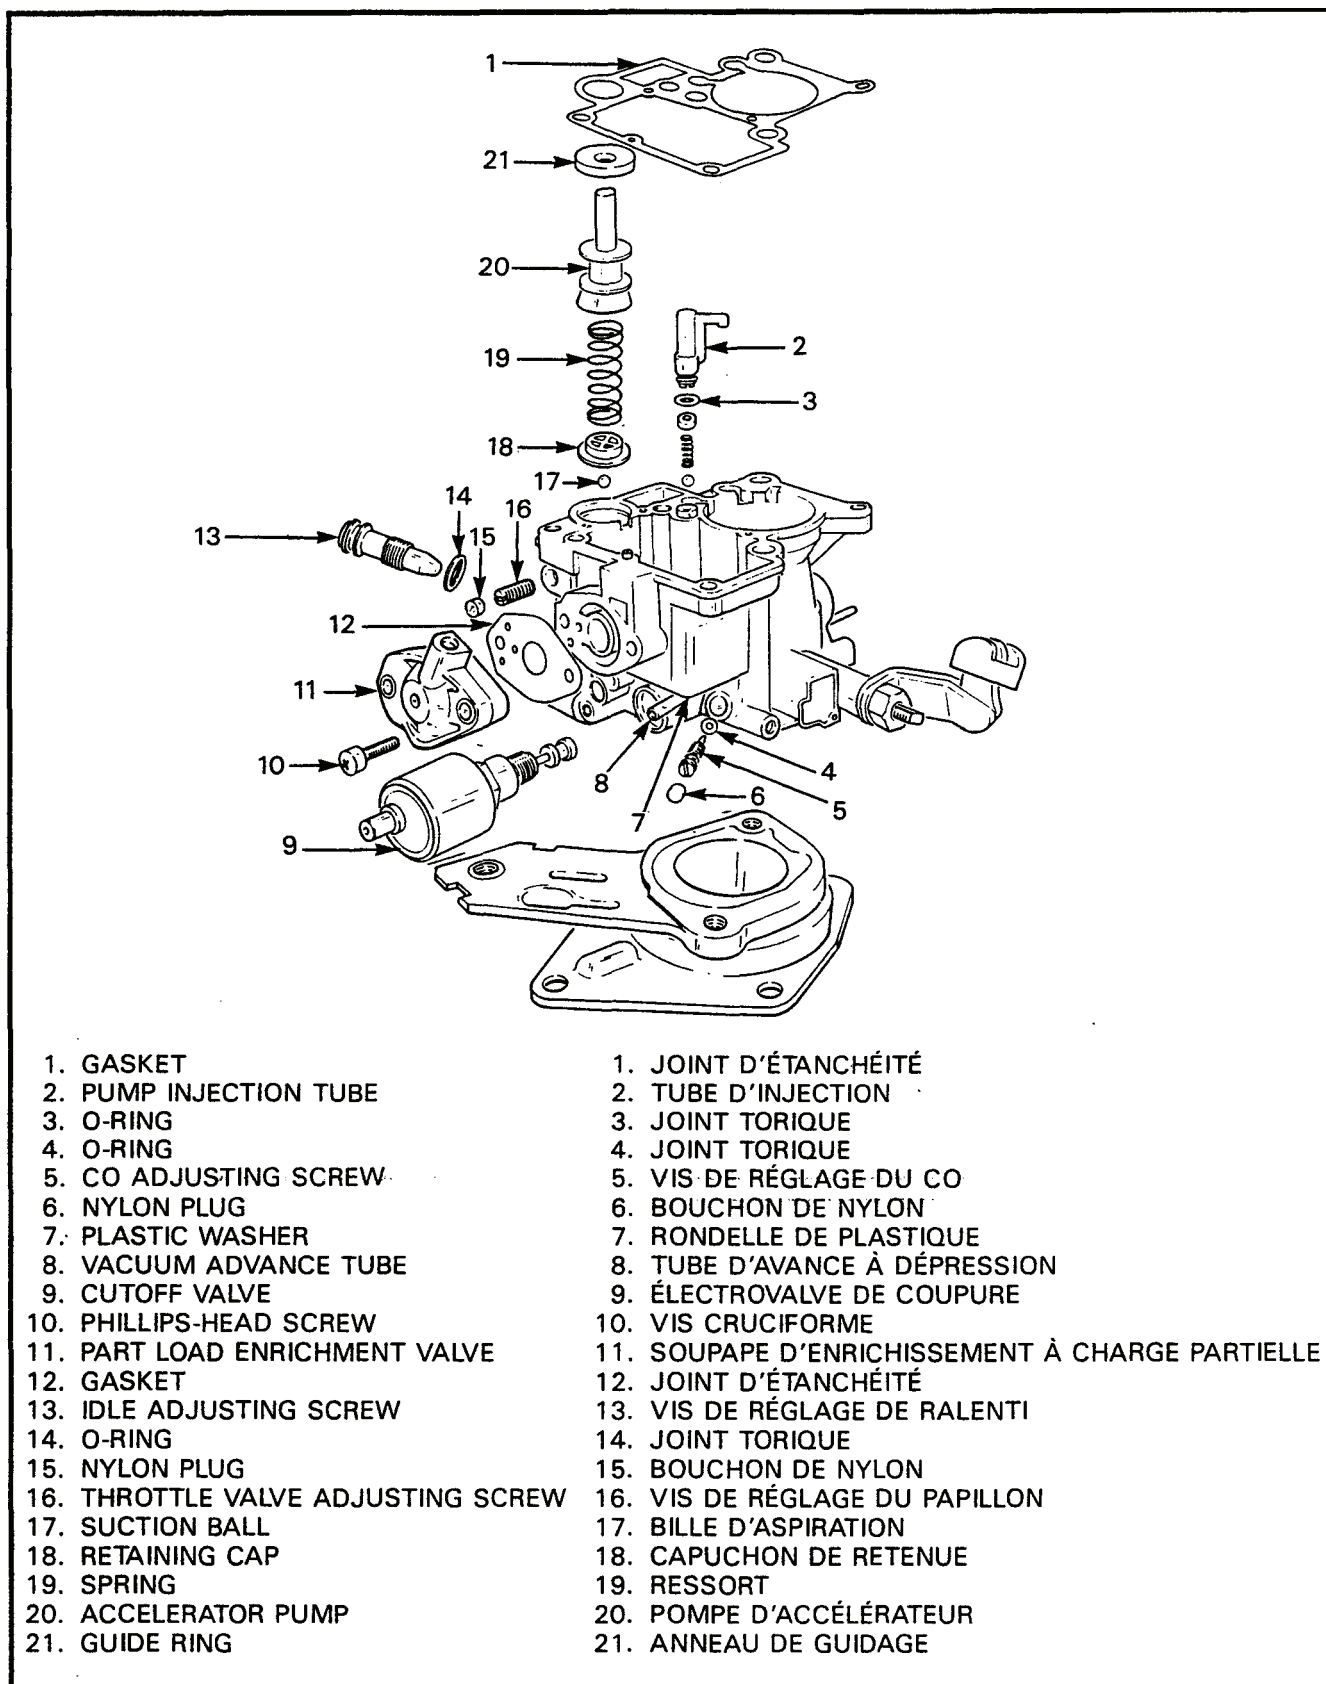

Figure 2-1-4 Carburetor Body
(2) Remove the two socket head through bolts (1) and spring washers and remove the intermediate flange (7) and cable bracket (6) from the body (8).
(3) Remove the elastic nuts (2), flat washers and spacers from the studs nearest the pull-down unit and the jets.
(4) Pull the pull-down hose (9) from the body.
(5) Remove the four Phillips-head screws (4) and lock washers and carefully lift the top (3) from the body (8).
b. See Figure 2-1-4 and disassemble the body:
(1) Remove the gasket (1) from the body.
(2) Enlever les deux tirants à tête creuse (1) et les rondelles à ressort, et enlever la bride intermédiaire (7) et le support de câble (6) du corps du carburateur (8).
(3) Enlever les écrous élastiques (2), les rondelles plates et les entretoises des goujons situés près du dispositif anticalage, ainsi que les gicleurs.
(4) Enlever le boyau du dispositif anticalage (9) du corps du carburateur.
(5) Enlever les quatre vis cruciformes (4) et rondelles-frein, et soulever soigneusement la partie supérieure (3) du corps du carburateur (8).
b. Voir figure 2-1-4 et démonter le carburateur:
(1) Enlever le joint d'étanchéité (1) du carburateur.
b. See Figure 2-1-4 and assemble the body:
- (1) Place the "O" ring (3) on the injection tube (2) and insert the tube into the chamber.
- (2) Insert the suction ball (17) into the acceleration pump chamber and install the retaining cap (18). Press the cap into place over the ball.
- (3) Place the spring (19) in the pump chamber.
- (4) Lightly lubricate the pump piston cup with oil and place it in the chamber.
- (5) Secure the pump in the chamber with the guide ring (21).
b. Voir figure 2-1-4 et assembler le corps du carburateur:
- (1) Placer le joint torique (3) sur le tube d'injection (2) et insérer le tube dans la chambre.
- (2) Installer la bille d'aspiration (17) dans la chambre de la pompe d'accélération et installer le capuchon de retenue (18). Enfoncer le capuchon en place sur la bille.
- (3) Placer le ressort (19) dans la chambre de la pompe.
- (4) Lubrifier légèrement la coupelle du piston de la pompe au moyen d'huile et placer celle-ci dans la chambre.
- (5) Fixer la pompe dans la chambre au moyen de l'anneau de guidage (21).
- (6) Install gasket (12) on the part load enrichment valve (11) and secure it to the body with two Phillips-head screws (10). Ensure the boss with the hole faces up.
- (7) Place "O" ring (4) on the CO adjusting screw (5) and install the screw into the body. Screw it all the way in and then unscrew it five full turns. This is only an approximate adjustment.
- (8) Install the nylon plug (6).